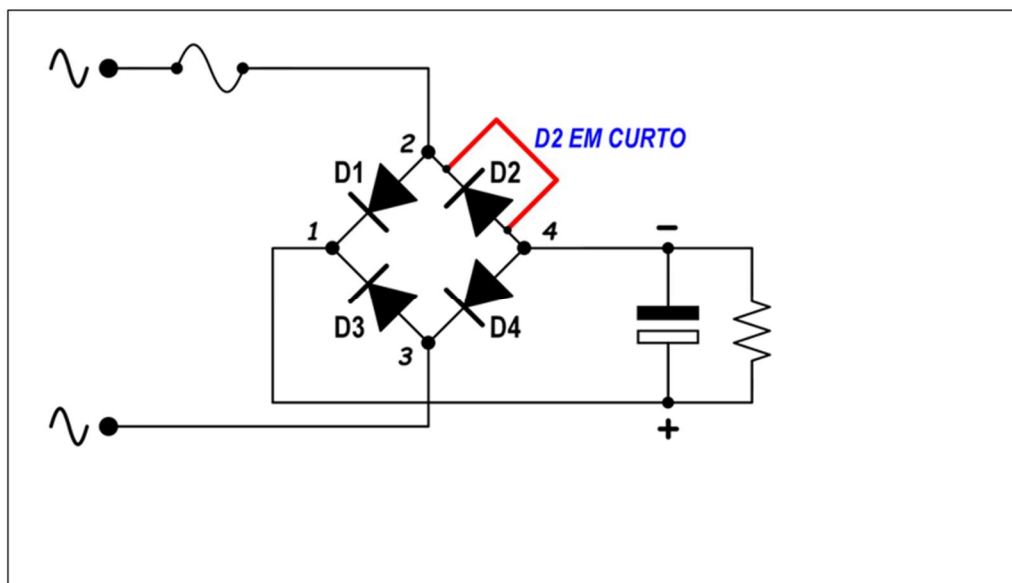

Figura 3 – Teste dos diodos
Na figura 3 temos um par Darlington NPN mostrando como as correntes circulam nele.
- Na ponte deste televisor quem estava em curto era o diodo D2, que liga o pino 2, uma das entradas da rede, ao pino 4, negativo da tensão retificada, como vemos na figura 3.